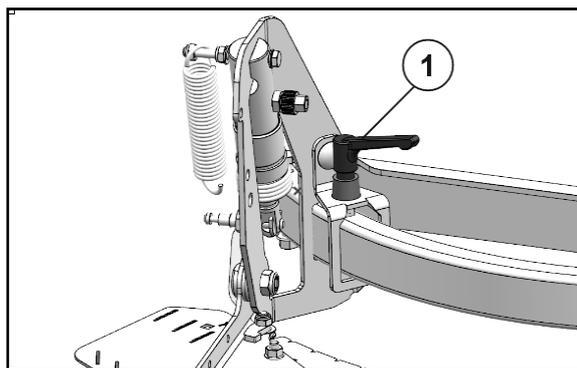

Fig. 59
1. Hierfür den Klemmhebel (Fig. 59/1) lösen.